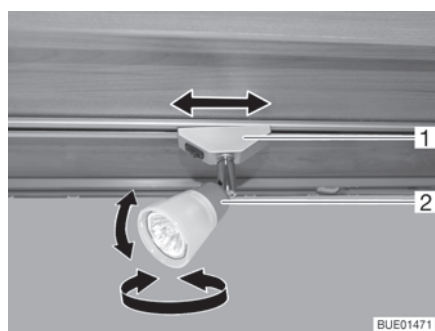
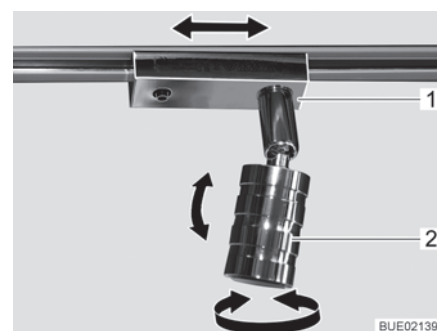

Fig. 61 Faretto
Fig. 62 Faretto (alternativa)
**Orientamento:** ■ Afferrare l'involucro (Fig. 61,2 o Fig. 62,2) e girarlo.
**Posizionamento:** ■ Afferrare lo zoccolo (Fig. 61,1 o Fig. 62,1) e ruotarlo di circa 45°.
**Smontaggio:** ■ Afferrare lo zoccolo (Fig. 61,1 o Fig. 62,1) e ruotarlo di 90°.